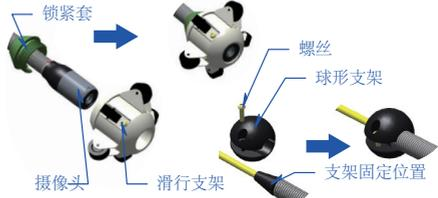

图 16.安装134 滑行支架
2) 安装 134 滑行支架和 60 球形支架。(图 16)